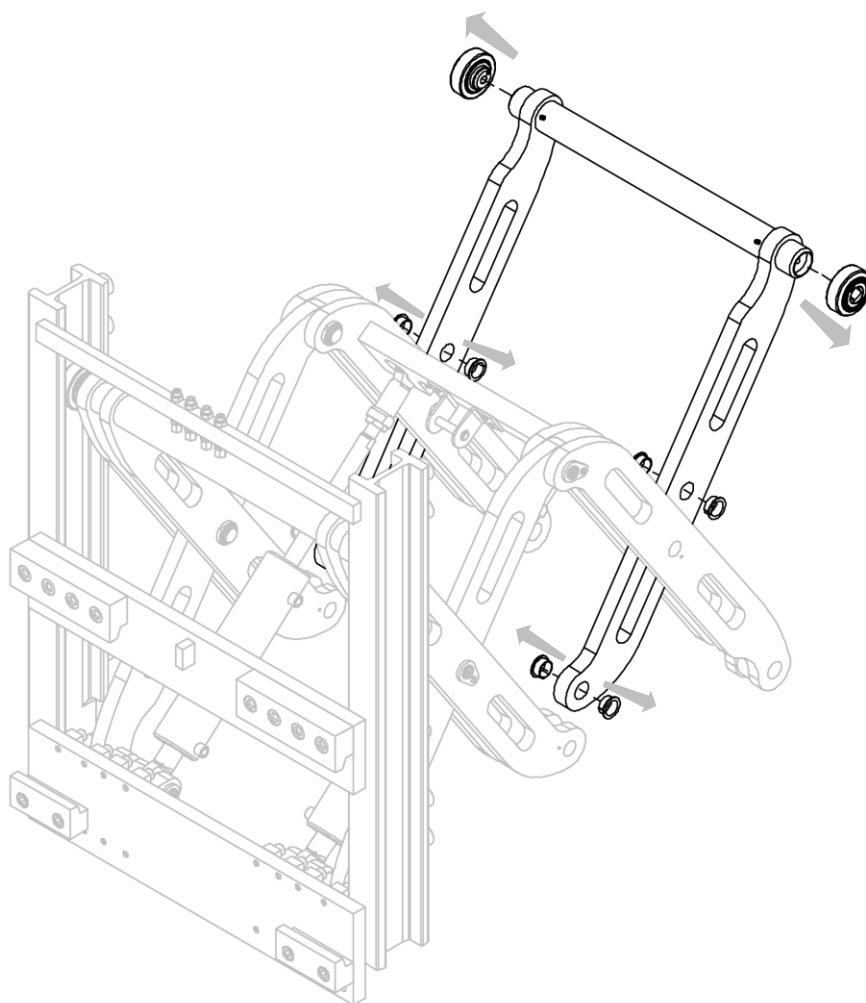

Figura 10
4. Rimuovere la coppia di bracci dall'attrezzatura, con le relative bocche di oscillazione (vedi Figura 10).